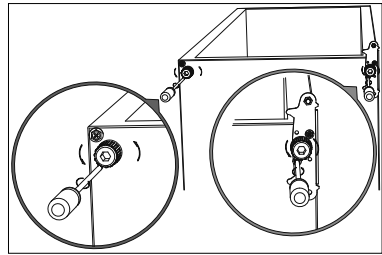

Abb. 5
- ▶ Kippen Sie den Gefrierschrank nach hinten (maximal 45 °), damit Sie das untere Scharnier (12) umsetzen können.
- ▶ Entfernen Sie den Stellfuß (14) per Hand oder mit einem 10er-Imbusschlüssel vom Scharnier (Abb.5).